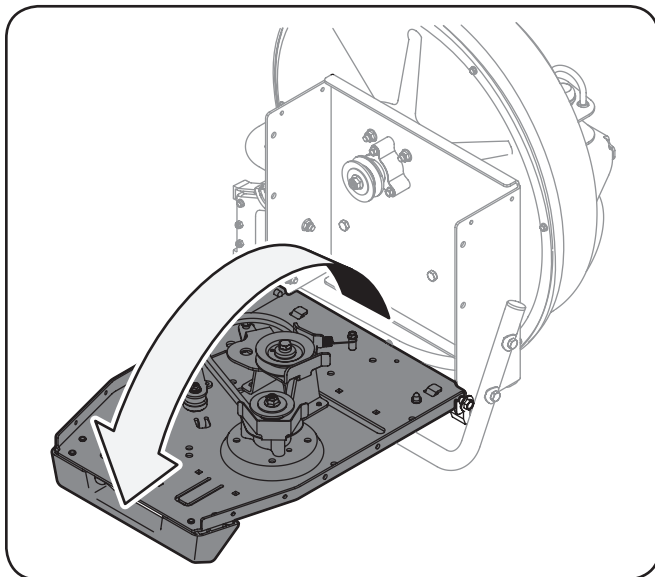

Figura 5-4
5. Gire el soporte del bastidor de montaje hacia abajo, como se indica en la Figura 5-4.